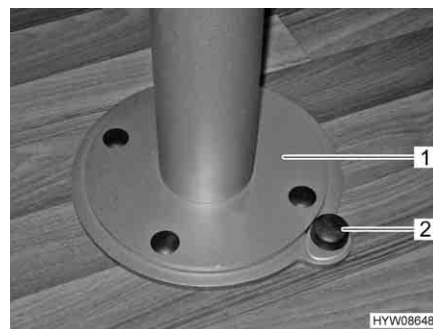

Fig. 78 Piede del tavolo, sbloccaggio del dispositivo di rotazione
- Spingere verso il basso il bottone (Fig. 78,2) del bloccaggio.
- Ruotare il piede del tavolo con il piano del tavolo (Fig. 78,1) nella posizione desiderata.